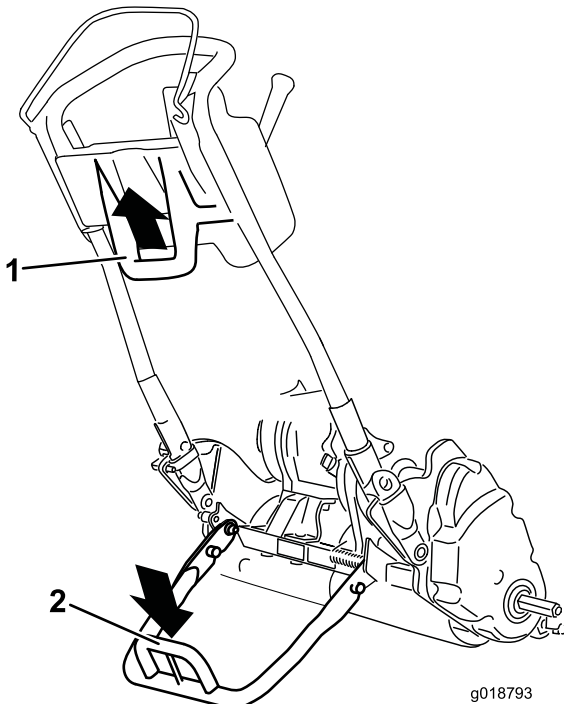

图19
- 要使用支撑架安装行走轮、首先应将其放到地面上、踩下支撑架环、并向上向后拉中下部手柄（图19）。